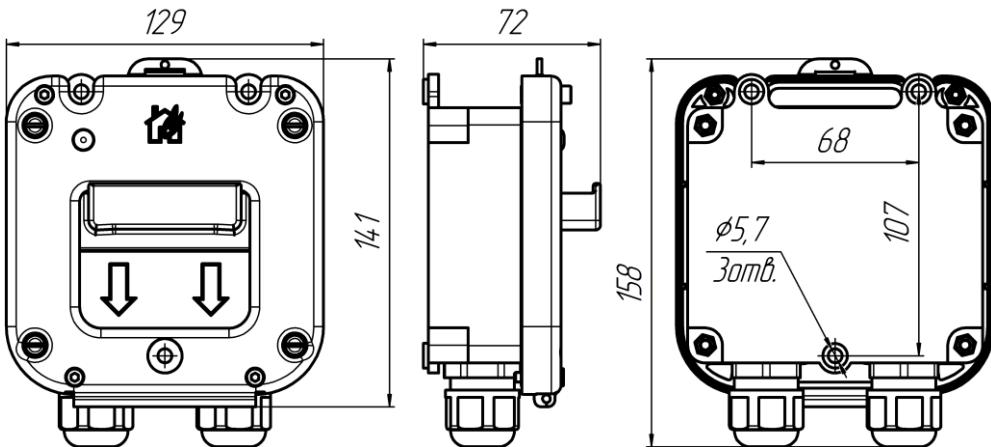
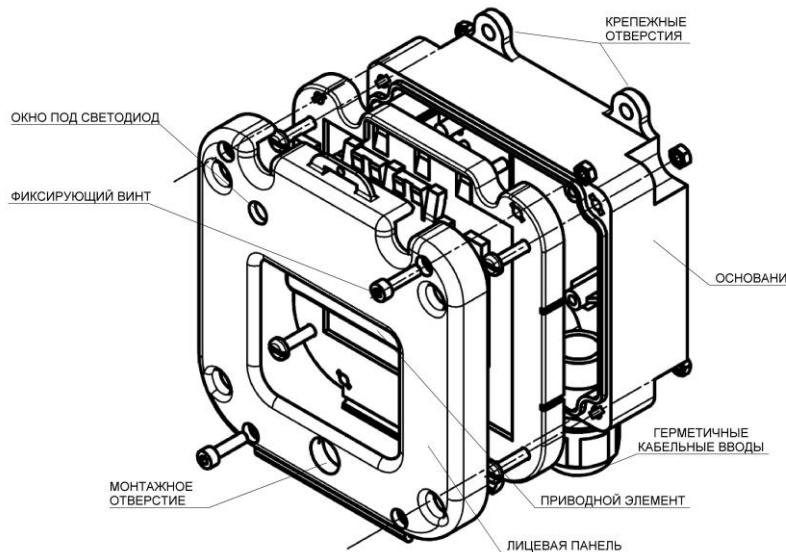

Рис.3. Габаритные размеры устройства
Рис.1.
2.5. Конструктивно устройство состоит из пластикового корпуса, основание которого с электронным блоком закрепляются на стене помещения. Затем лицевая панель с приводным элементом шурупами крепится к основанию. Корпус оборудован герметичными кабельными вводами в количестве 2 шт. для подведения проводников сечением до 1,5 мм². Элементы конструкции устройства показаны на рис.1. Габаритные размеры устройства показаны на рис.3.